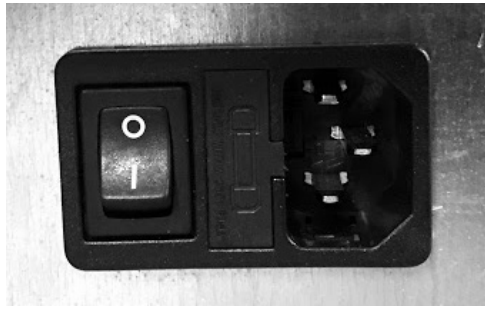

Fig. 32 - Elektrische Steckdose mit Hauptschalter
- Das Netzkabel zuerst an der Rückseite des Ofens anschließen (siehe **Fig. 32**) und dann an einer elektrischen Steckdose an der Wand.
- Der Hauptschalter O/I (siehe **Fig. 32**) wird nur betätigt, um den Ofen einzuschalten, ansonsten sollte er ausgeschaltet sein.